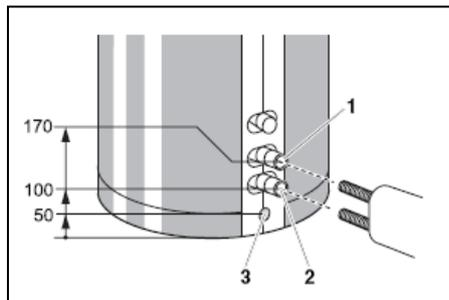

Рис. 6 Расположение мест подключения VS1, RS1, ЕК после монтажа теплоизоляции
Детальное представление мест подключения: смотри Рис. 6 на стр. 8 и Рис. 8 на стр.11.
Место подключения VS1 обозначено красным цветом, а место подключения RS1 – синим цветом (Рис. 6).
- На предохранительный клапан (Рис. 6, Поз. 4) необходимо установить предупреждающую табличку с такой надписью: **«Не закрывать продувочный трубопровод! Во время работы отопления для обеспечения безопасности возможен выход воды!»**